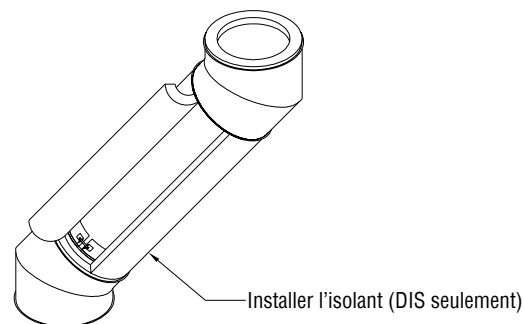

Figure 64 - Longueur variable, Étape d'installation F
- f. Installer l'isolant sur la paroi intérieure (DIS seulement). Voir **Figure 64**.
- g. Installer la coquille extérieure scindée en insérant d'abord l'extrémité sertie sous l'accouplement mâle. Serrer les boulons et installer les bandes de sécurité sur les pièces en amont et en aval. Voir **Figure 64**.